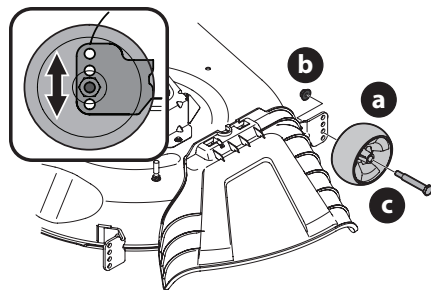

Figura 11
- b. Retire las ruedas de la plataforma (a) retirando las tuercas de seguridad con brida (b) y los tornillos con reborde (c) que los sujetan a la plataforma (Figura 11).